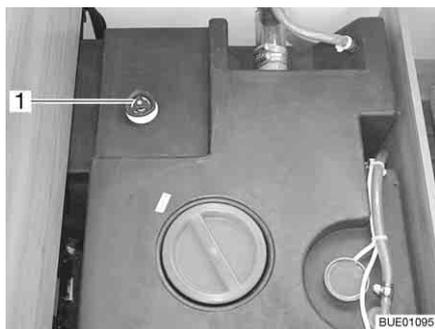

Fig. 180 Depósito de agua con tirador giratorio
- Girar el tirador giratorio (Fig. 180,1) del depósito de agua en sentido contrario a las agujas del reloj sobrepasando la resistencia, para abrir el orificio de salida completamente.